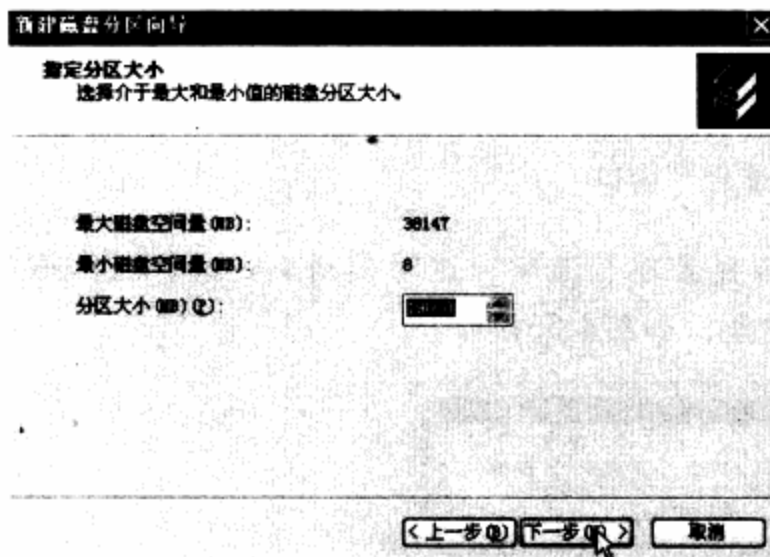

图4-57 指定分区大小
**步骤 06** 在“分区大小”微调框中输入主磁盘的空间大小，在这里把主磁盘分为20GB。单击“下一步”按钮，如图4-57所示。